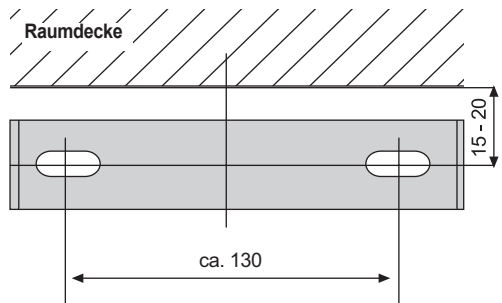

Abb. 15
An den den Falzen des Grundschaftes (3) links und rechts ist jeweils eine kleine Nase nach innen gebogen (Abb. 15). Diese Nasen müssen in die Aussparungen des Montagebleches für den Grundschaft (10) einrasten (Abb. 14).